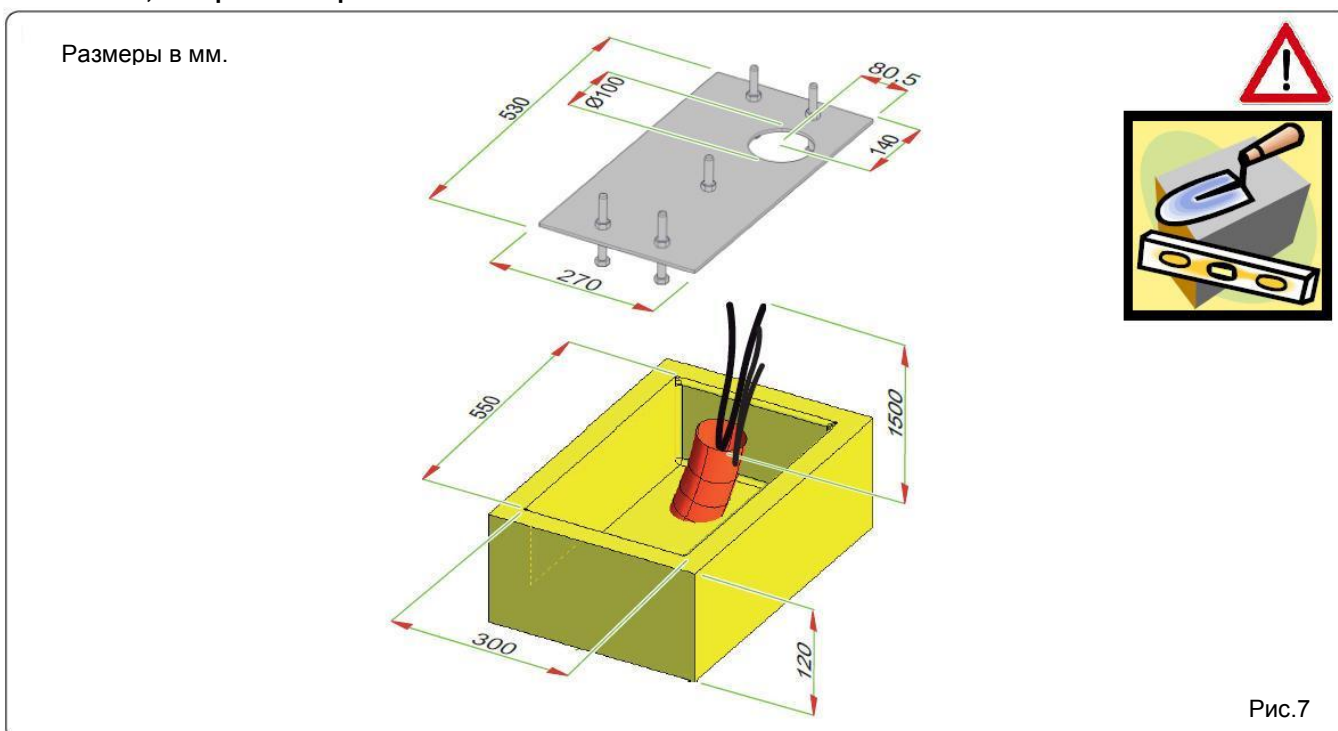

Рис.7
3. Залейте фундамент в соответствии с минимальными размерами, указанными на рис.7. Установите монтажную пластину, предварительно пропустив через её отверстие одну или несколько трубок для кабеля.